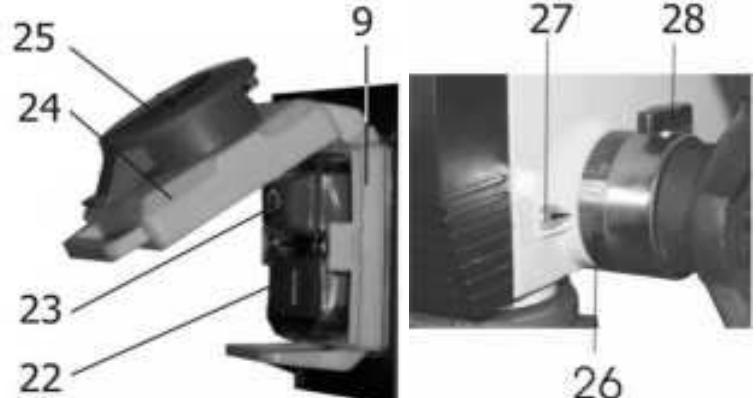
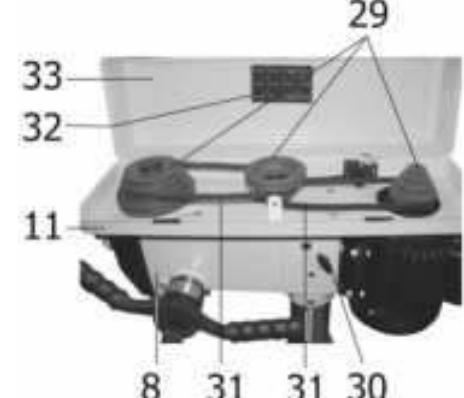
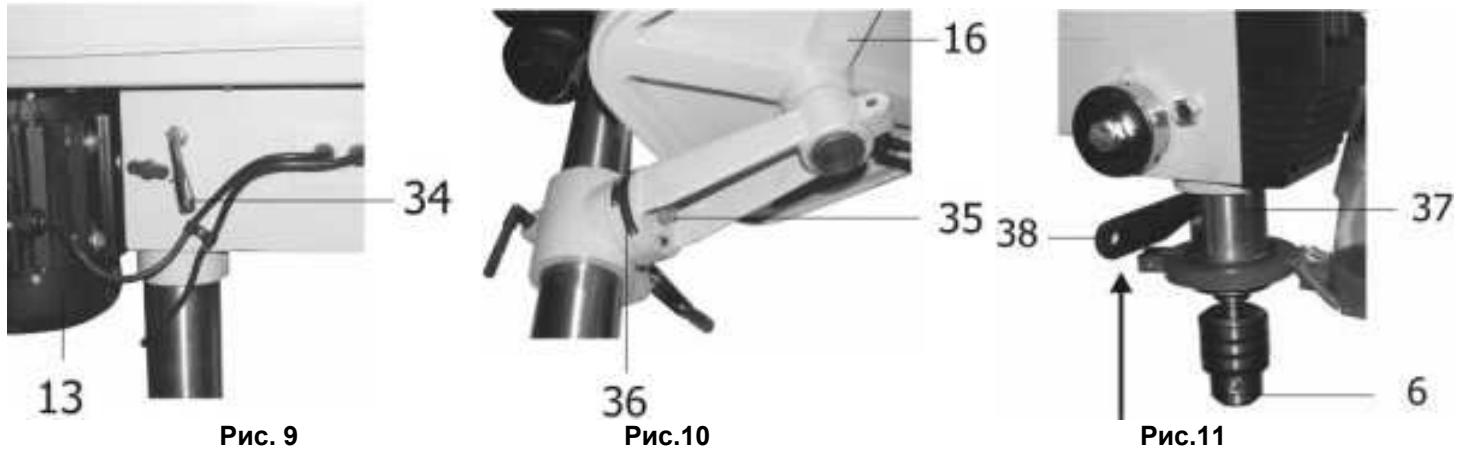

Рис. 6
Рис. 8
Рис. 9
10.2. Перед тем как включить станок проверьте, закрыта ли крышка (33) кожуха ременной передачи (11), Рис.8. Ключ к сверлильному патрону (P), Рис.1, не должен оставаться в сверлильном патроне (6), Рис.2. Режущий инструмент в сверлильном патроне (6) должен быть хорошо зажат. Если режущий инструмент не установлен, то кулачки сверлильного патрона (6) должны быть сведены, Рис.2.
10.3. Станок оснащен магнитным пускателем, предотвращающим самопроизвольное включение после отключения питания. Магнитный пускатель (9), Рис.6, закрыт защитной крышкой (24) и заблокирован кнопкой (25), предотвращающей самопроизвольный пуск станка после нажатия на кнопку (25), Рис.6. При закрытой крышке (24) станок автоматически отключается от питания; станок можно включить только после открытия крышки (24) и нажатия зеленой кнопки (22). Отключение станка производится нажатием на красную кнопку (25), Рис.6. В случае необходимости экстренного отключения станка следует нажать на красную кнопку (25), в результате чего произойдет отключение питания станка, Рис.6.
10.6. При открытии крышки (33) кожуха ременной передачи (11), Рис.8, станок должен отключиться. Повторное включение станка возможно после закрытия крышки (33) кожуха ременной передачи (11), Рис.8 и вторичного нажатия на зеленую кнопку (23), Рис.6 (см. п.10.3).
10.8. В станке реализован ступенчатый принцип изменения скорости вращения шпинделя. Скорость вращения шпинделя регулируется изменением положения клиновых ремней (31) на ступенях шкивов (29), Рис.8. Можно установить 12 скоростей вращения шпинделя. Схемы положения клиновых ремней (31) на шкивах (29) для 12 вариантов скоростных режимов показаны на наклейке (32), находящейся на внутренней стороне крышки (33) кожуха ременной передачи (11), Рис.8. Для изменения скорости вращения шпинделя предварительно следует ослабить натяжение клиновых ремней (31), Рис.8. Для этого необходимо ослабить винты фиксации (30), расположенные симметрично с двух сторон шпиндельной головки станка (8), Рис.8. Затем с помощью ручки (34) переместите электродвигатель (13) в сторону режущего инструмента, Рис.9. Руководствуясь данными наклейки (32) на крышке (33) кожуха ременной передачи (11), установите ремни (31) на ступенях шкивов (29) в требуемые позиции, Рис.8. Натяните клиновой ремень с помощью ручки (34), Рис.9, и переместите электродвигатель (13), Рис.9, в сторону от режущего инструмента. Зафиксируйте необходимое натяжение винтами фиксации (30) с двух сторон шпиндельной головки (8), Рис.8.